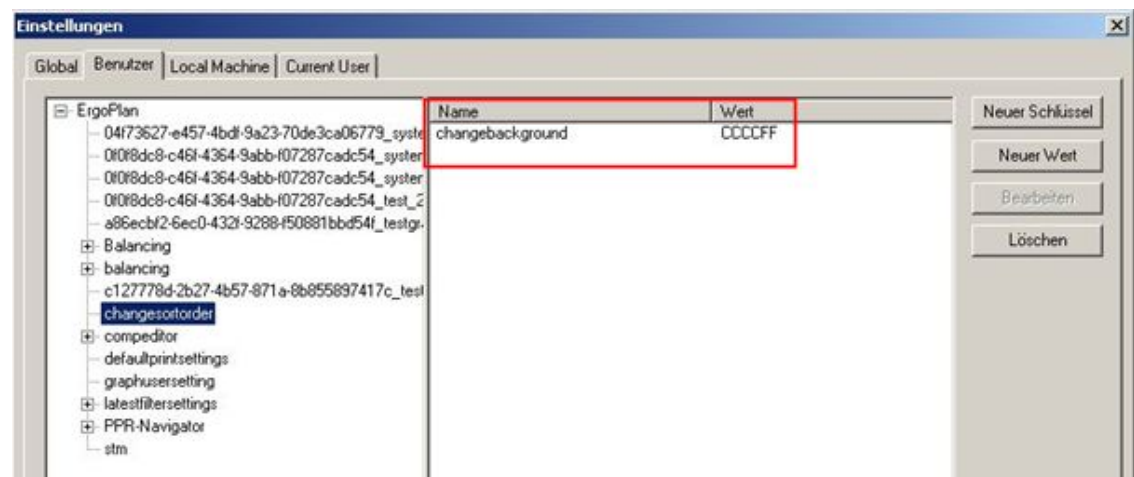

Abbildung 74: Farbcode für Hintergrund aktivieren
- ➔ Der farbliche Hintergrund entspricht dem eingestellten Farbcode: siehe auch Abbildung 74.